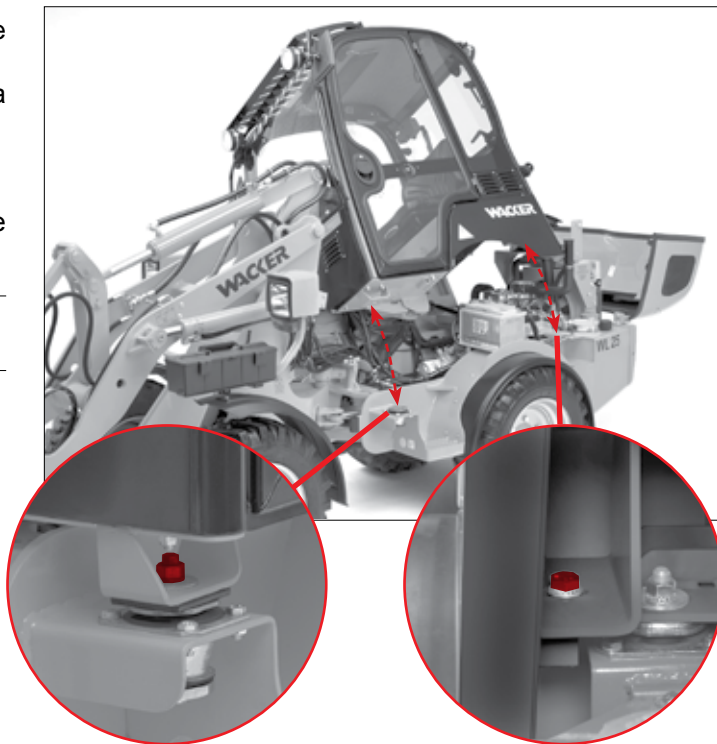

Fig. 69
1. Desserrer le verrouillage des déquilles de sécurité du poste de conduite en tirant sur les pattes (Fig. 69).